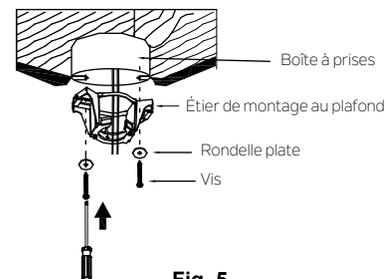

Fig. 5
Étape 1. Avant de raccorder le ventilateur à la boîte à prises (non incluse), s'assurer que la boîte à prises est solidement fixée à au moins deux points d'un élément de plafond structurel (le ventilateur oscillera si la boîte est desserrée). Faire passer les fils d'alimentation de 120 V de la boîte à prises du plafond par le centre du support de montage au plafond. Installer le support de montage sur la boîte à prises du plafond en utilisant les vis et les rondelles fournies avec la boîte à prises ou les vis et les rondelles dans le sac de quincaillerie. (Fig. 5)